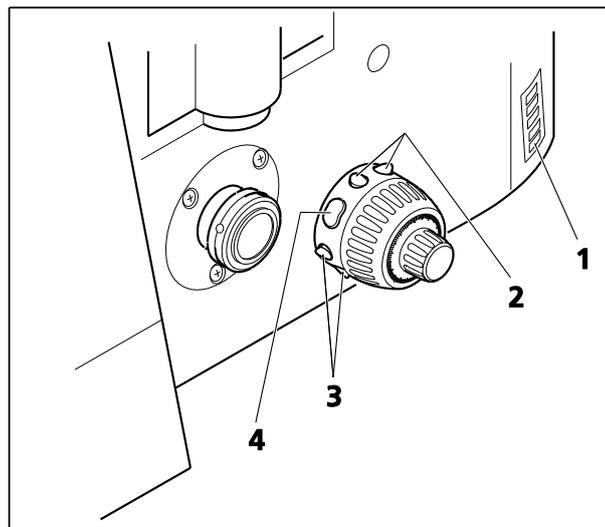

Fig. 78 Bague de commande, gauche (vue de l'arrière)
- Deux paires de boutons (Fig. 78/2 et 3) et un seul bouton (Fig. 78/4) pour faire fonctionner les éléments motorisés ou régler l'éclairage
- La configuration par défaut des boutons est indiquée sur l'autocollant (Fig. 78/1) apposé sur le statif